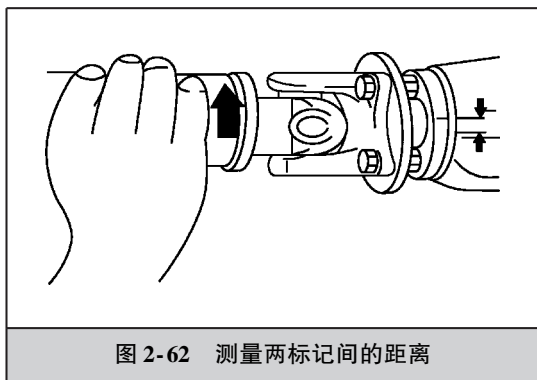

图 2-62 测量两标记间的距离
2) 向上转动传动轴到极限位置, 两个标记之间的距离也能反映驱动桥总间隙的大小, 如图 2-62 所示, 对于三菱微型汽车, 要求此距离为 5mm, 否则应检修驱动桥。